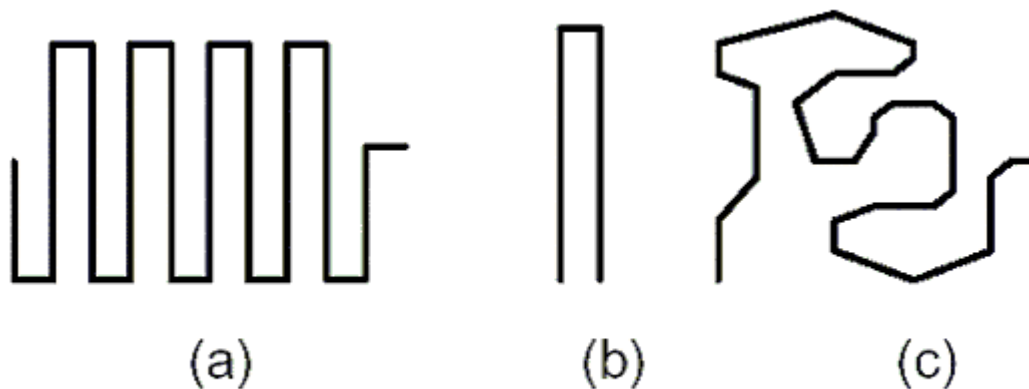

图1-8-20 几种蛇形走线结构
5. 可以经常采用任意角度的蛇形走线，如图 1-8-20 中的 C 结构，能有效的减少相互间的耦合。